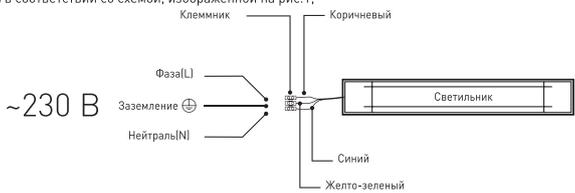

Рис. 1. Схема подключения светильника к сети 230В.
3.3.2. Этот провод необходимо подключить к проводу источника питания с помощью внешнего клеммника (в комплект не входит) в соответствии со схемой, изображенной на рис. 1;